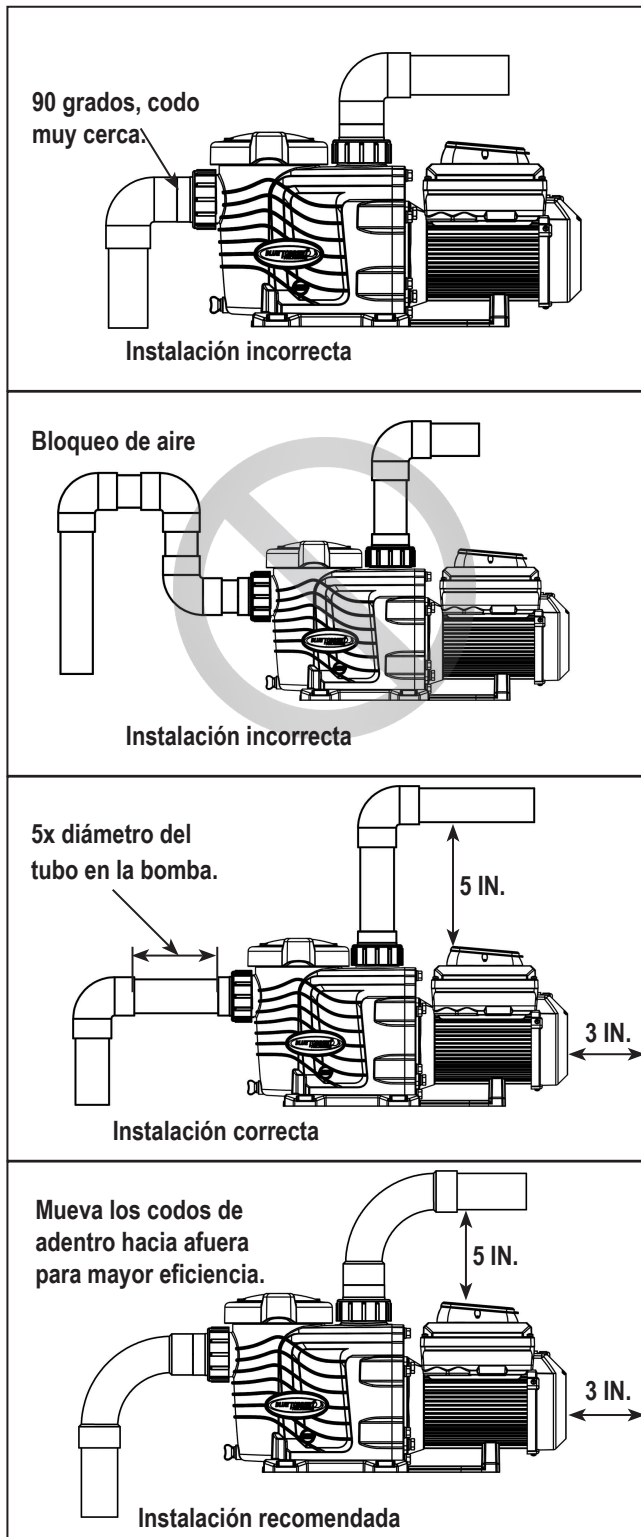

Figura 3
8. Instale la bomba con un espacio libre de al menos 3 pulgadas (7.6 cm) para que el motor pueda ser removido fácilmente en caso de mantenimiento y reparación. Vea la Figura 3.
9. Deje un mínimo de un (1) pie (30 cm) de distancia sobre la bomba para remover la canasta de filtro.
4. Para la mayoría de las instalaciones, siempre instale una válvula en la succión de la bomba y en la tubería de retorno para que la bomba pueda estar aislada al momento de hacer un mantenimiento rutinario. Sin embargo, también recomendamos que se instale una válvula, un codo de tubería o una tubería T en la tubería de succión que no esté más cercana al frente de la bomba que el total de cinco (5) veces el diámetro de la tubería de succión. Vea la Figura 3.